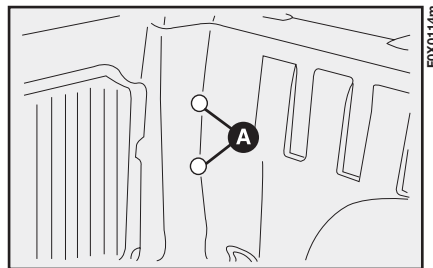

fig. 134
- agendo all'interno del vano di carico, rimuovere i tappi A-fig. 134 per raggiungere le viti che fissano il gruppo luci;